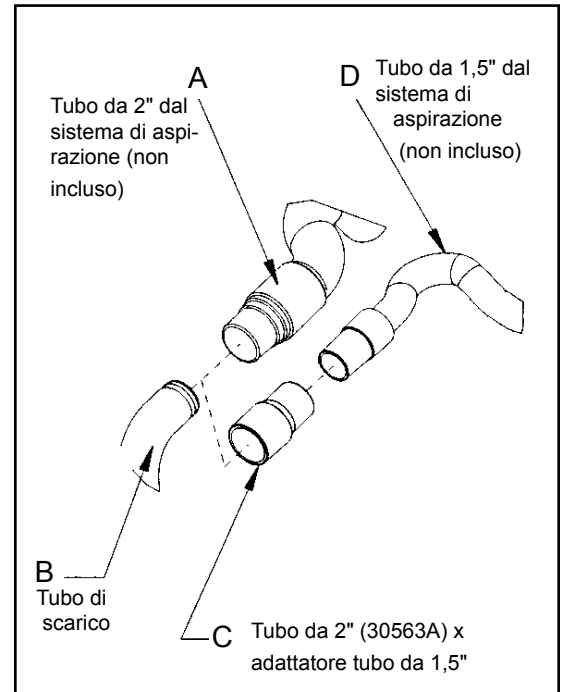

Figura 1
1. Montare l'estremità del tubo da 2" (Figura 1, A) direttamente sul tubo di scarico (Figura 1, B).
1. Collegare l'adattatore terminale del tubo da 2" x 1 ½" (codice 30563A) (Figura 1, C) al tubo di scarico (Figura 1, B).
2. Inserire l'estremità del tubo da 1 ½" (Figura 1, D) nell'adattatore (Figura 1, C).